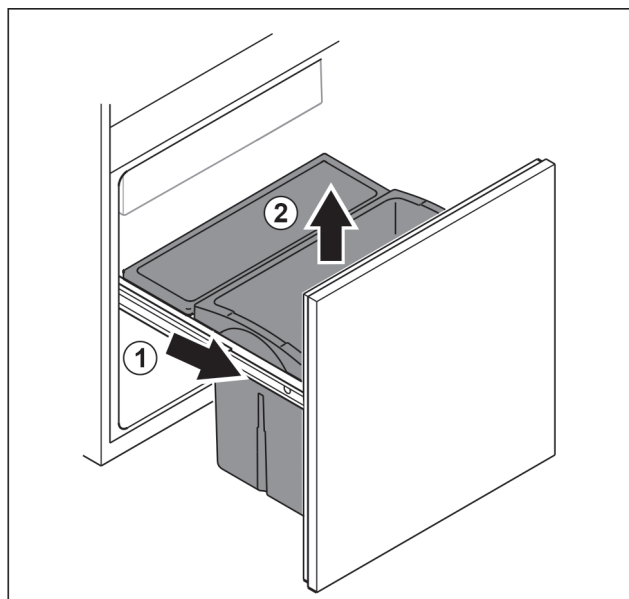

Fig. 190
- Izvadite izvlačnu kutiju do graničnika. Fig. 190 (1)
- Izvadite ladicu prema gore. Fig. 190 (2)